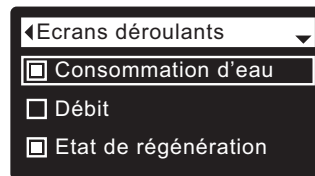

FIG. 54
5. Appuyez sur le SÉLECTEUR (O) pour afficher le menu de déroulement des écrans (cf. Figure 54).